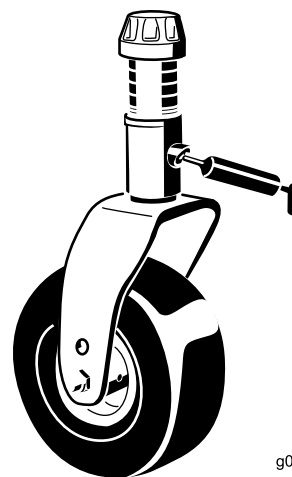

Figure 43
- Bague d'axe de fourche de roue pivotante (1) (Figure 43)
- Bagues de pivot de bras de poulie de tension (1) (sur le bras de poulie de tension)